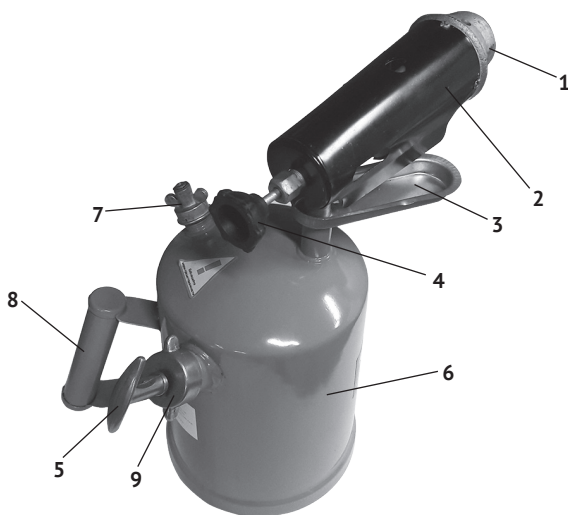

рис. 1
4.1 Общий вид лампы представлен на рис.1
4.3 На металлический резервуар для топлива (рис.1 поз.6) приварена горелка с кожухом (рис.1 поз.2). Ручным насосом (рис.1 поз.5) в резервуаре создаётся избыточное давление. Лоток (рис.1 поз.3) служит для первоначального подогрева топлива в испарителе и воспламенения факела. Предохранительный клапан (рис.1 поз.7) стравливает излишнее давление из резервуара. Винт (рис.1 поз.4) регулирует подачу топлива к форсунке, и, следовательно, факела горения. Поворот винта против часовой стрелки увеличивает расход топлива, по часовой стрелке – уменьшает. При полностью закрытом винте расход топлива прекращается.
Бензин из резервуара под давлением, подаётся сифонной трубкой в трубку испарителя, проходящую внутри горелки. Бензин, проходя по трубке испарителя, находящейся в пламени горелки, нагревается и переходит в газообразное состояние, что повышает полноту сгорания. Горелка выполнена в виде эжектора (рис.1 поз.1), в котором за счёт тяги создаётся движение воздуха и продуктов сгорания.
- открутить крышку ручного насоса (рис.1 поз.9) и вынуть его из резервуара;
- налить небольшое количество бензина в лоток разогрева (рис.1 поз.3) и поджечь его;